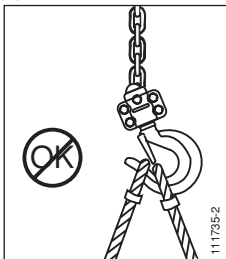

**Afb. 1**
De bravo™-takel is geleverd, uitgerust met een hijsketting (tek. 1, afb. 1) met een standaardhoogte van 1.50 m. De hijsketting van de modellen 0.5 tot 3 t bestaat uit één enkele draad met aan het uiteinde een hijshaak (tek. 2, afb. 1). De hefketting (tek. 1 afb. 1) van model 6 t bestaat uit twee draden en een haak met hijsblok (tek. 3, afb. 1). De hefketting (tek. 1, afb. 1) van model 9 t bestaat uit 3 draden en een haak met hijsblok (tek. 3, afb. 1).
Het vrije uiteinde van de ketting is uitgerust met een lage eindaanslag (tek. 4, afb. 1).
ophanghaak opgehangen is (tek. 5, afb. 1) en of de veiligheidspal van de haak (tek. 6, afb. 1) goed gesloten is (zie afb. 2 en 3).
De bravo™-takel wordt bediend met een hefboom (tek. 7, afb. 1), ingeschakeld door de operator door een heen-en-weer beweging om de last te hijsen, te doen dalen, te trekken of op te spannen.
2. Plaats de hendel van de keuzeknop (tek. 8, afb. 1) van de beweging in de neutrale positie "0".
3. Draai het lastwiel (tek. 9, afb. 1), zonder dat er een last aan de takel hangt, tegen de wijzers van de klok in om de rem te openen; de ketting is nu ontkoppeld.